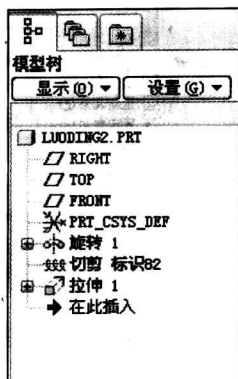

图 1.10 特征模型树
(5) 特征模型树。图 1.10 所示为特征模型树,可通过特征模型树清晰地了解到产品建模的顺序和特征之间的父子关系,也可以直接在模型树上选取特征进行编辑和操作。